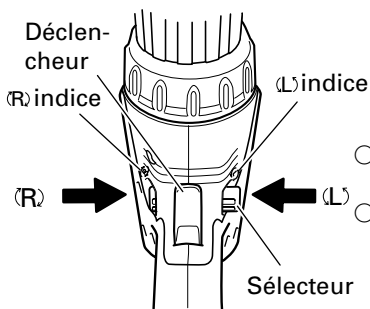

Fig. 6
La mèche tourne dans le sens horaire (vu de l'arrière) quand on appuie sur côté-R du sélecteur. En appuyant sur côté-L du sélecteur la mèche tourne dans le sens anti-horaire. (Voir Fig. 6). (Les repères (L) et (R) sont marqués sur le corps).